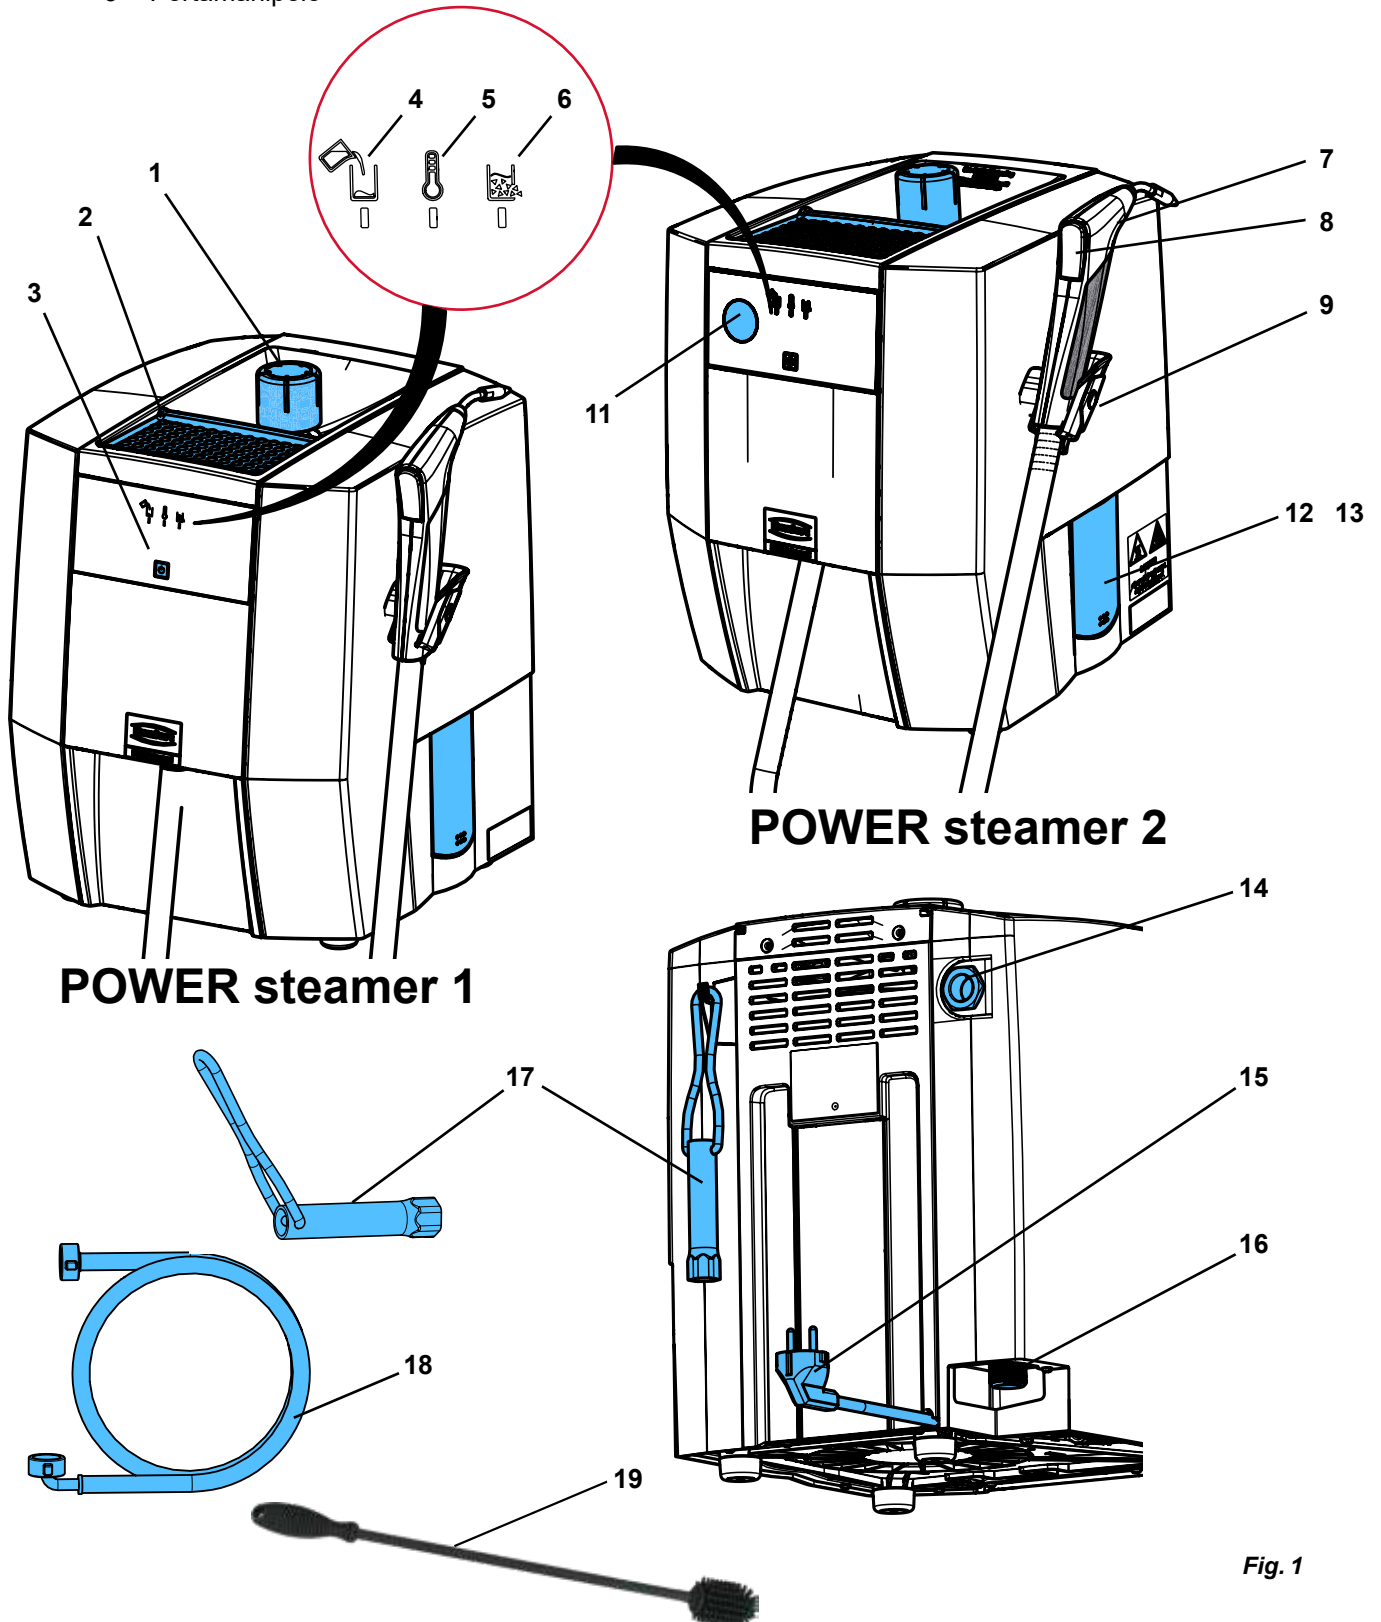

Fig. 1
- ▶ Posizionare l'apparecchio in modo che non vi sia pericolo in caso di fuoriuscita di vapore dall'apertura di scarico (14, Fig. 1) della valvola di sovrappressione.
I modelli in gesso o i modelli di rivestimento possono essere appoggiati sul ripiano modelli (2, Fig. 1) per l'asciugatura.
⇒ Avvitare il tappo del serbatoio (1, Fig. 1).
Posizionare l'apparecchio in modo che non vi siano pericoli in caso di fuoriuscita di vapore dallo scarico della valvola di sovrappressione (14, Fig. 1) (ad es. non posizionare l'apparecchio davanti a una presa di corrente).
L'apertura di scarico della valvola di sovrappressione (14, Fig. 1) non deve essere otturata o bloccata in alcun modo.
Pericolo dovuto a vapore pressurizzato! Prima di aprire la chiusura di ispezione, assicurarsi che il serbatoio a pressione sia stato depressurizzato. A tal fine, aprire e rimuovere il tappo del serbatoio (1, Fig. 1).
⇒ Posizionare l'apparecchio in modo da scaricare l'acqua dall'apertura di ispezione (12/13, Fig. 1) in un lavabo.